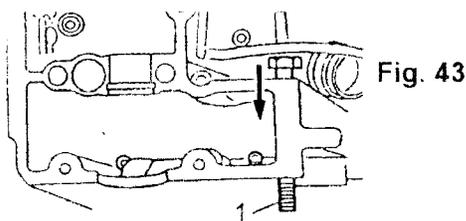

Fig. 43
Insertar el perno fijo (1) de la palanca de tensión en la culata de cilindros (Fig. 43)